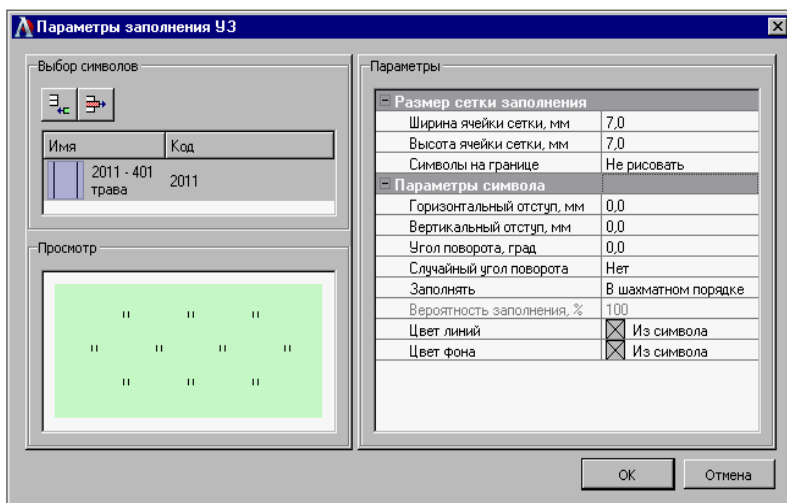

Рис. 9.5
8. Познакомимся с возможностями редактирования регионов. В чертежной модели при помощи команды **Построения/Параметры и удаление объектов** можно изменить параметры заполнения и вид штриховки регионов, полученных из площадных объектов. Параметры заполнения аналогичны параметрам при создании объекта в **Редакторе классификатора** (рис. 9.5).